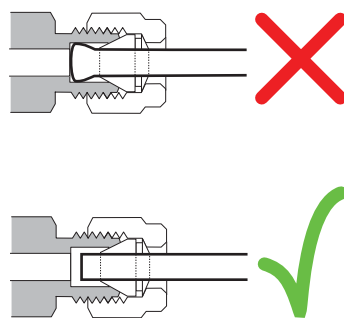

Figura 22 Raccordo completo
- 10 La Figura 22 mostra il collegamento errato e quello corretto. Notare che, affinché il collegamento sia corretto, l'estremità finale del tubo inserita nel raccordo non deve essere schiacciata e non deve interferire con l'azione delle boccole.